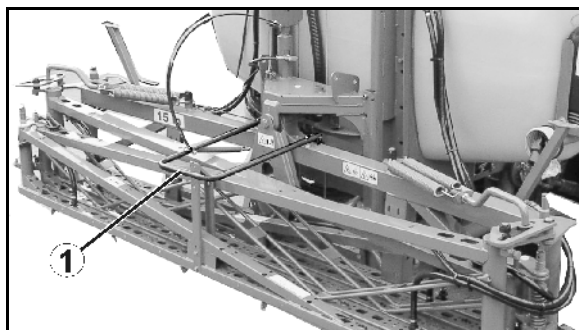

Fig. 9
- Transportlås (Fig. 9/1) på **Q-plus**-bom mod utilsigtet udklapning